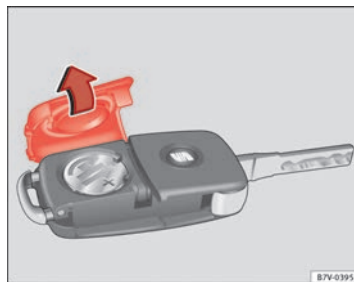

Fig. 43 Llave del vehículo: tapa del compartimento para la pila.
La pila se encuentra en la parte trasera de la llave del vehículo, bajo una tapa ⇒ **fig. 43**.
- Retire la tapa de la parte trasera de la llave del vehículo ⇒ **fig. 43** en la dirección de la flecha ⇒ ①.
- Coloque la tapa en la carcasa de la llave del vehículo, presionándola tal como se muestra ⇒ **fig. 43**, en sentido contrario a la flecha, hasta que encastre.